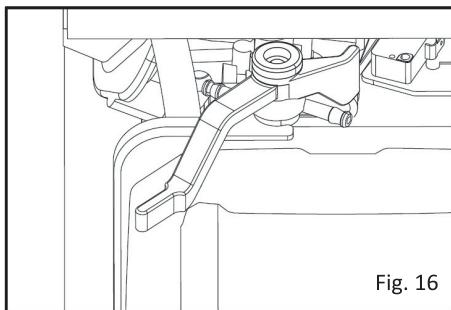

Fig. 16
- Sæt grebet på positionen Off. (Se Fig. 16).